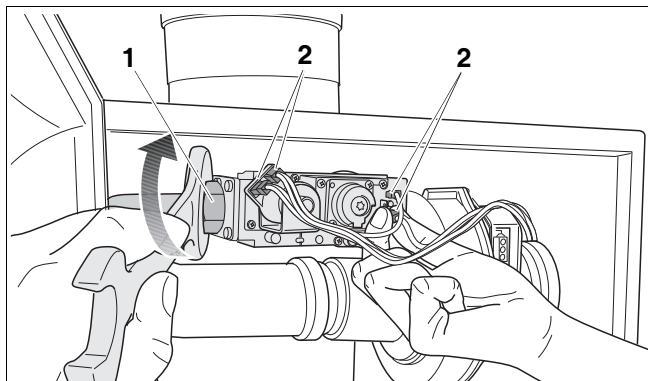

Bild 108 Lossa anslutningarna vid gasarmaturen
- Lossa förskruvningen (bild 108, pos. 1) vid gasarmaturen och dra ur de 4 kontakterna (bild 108, pos. 2) vid gasarmaturen.